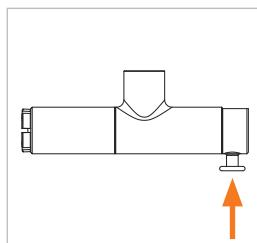

Figure 9
- ▶ Appuyez sur le bouton de soupape (Pos. 4) (*Figure 9*). Les mâchoires de serrage s'ouvrent.